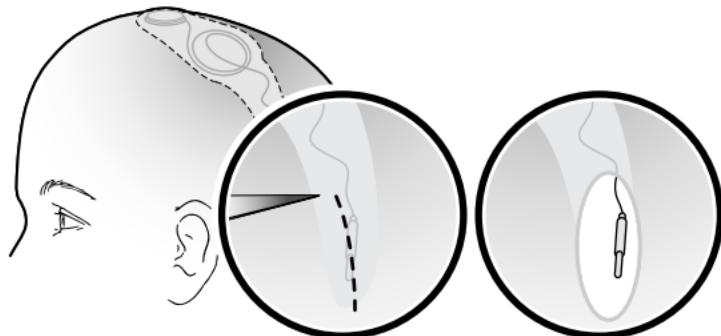

Figura 2. Esecuzione di un'incisione per esporre l'eletrocatetere e il relativo cappuccio.
2. Praticare un'incisione sufficiente a esporre l'eletrocatetere e il relativo cappuccio. Lasciare uno spazio sufficiente a tenere saldamente l'eletrocatetere quando si accede al cappuccio e quando si collega l'eletrocatetere all'estensione (Figura 2).